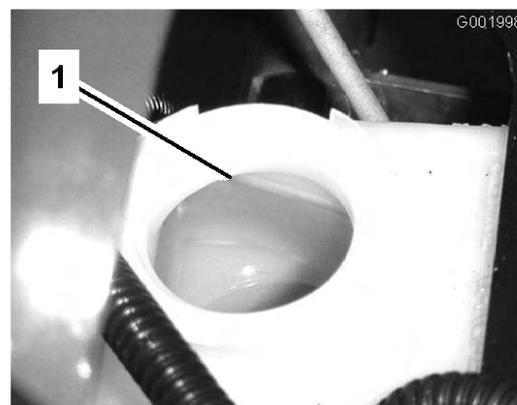

Figura 58
2. Il livello dell'olio deve raggiungere la linea di pieno sul serbatoio (Figura 58).